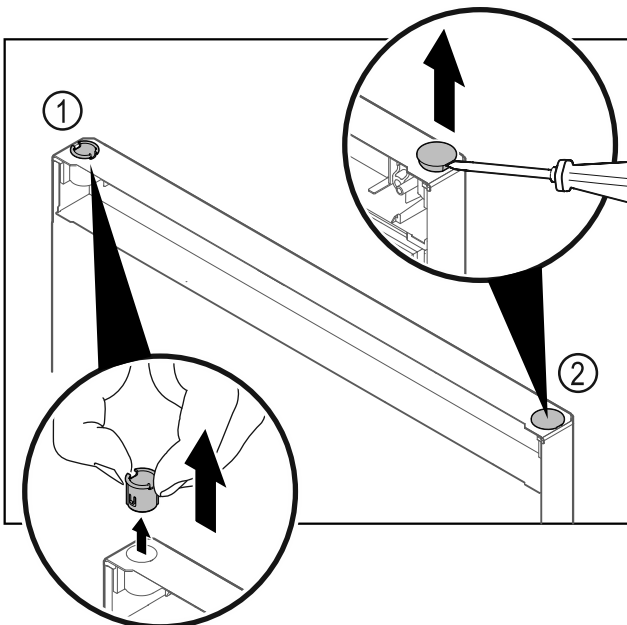

Fig. 21 Ușa frigiderului
- ▶ Extrageți bucșa balamalei Fig. 21 (1) cu degetele.
- ▶ Ridicați dopul de acoperire Fig. 21 (2) cu precauție cu o șurubelniță dreaptă și extrageți-l.